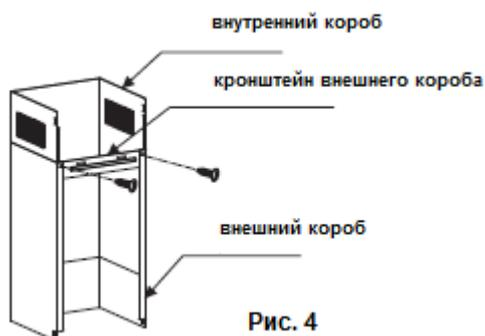

Рис. 4
6. Зафиксируйте кронштейн внешнего короба на своем месте и убедитесь, что внутренний короб можно легко отрегулировать по высоте. См. рис. 4.